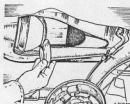

Abb. H.3
- (2) Längsarm abnehmen (Teil H.3).
- (3) Die den Abstützstift am Hilferahmen (Abbildung H.3) haltende Mutter lösen und entfernen. Halterungsblock gegen Karosserieschrauben herausziehen. Karosserie und Hilferahmen genügend auseinander drücken um Abstützstift, Böcke und Gummis herausnehmen zu können.